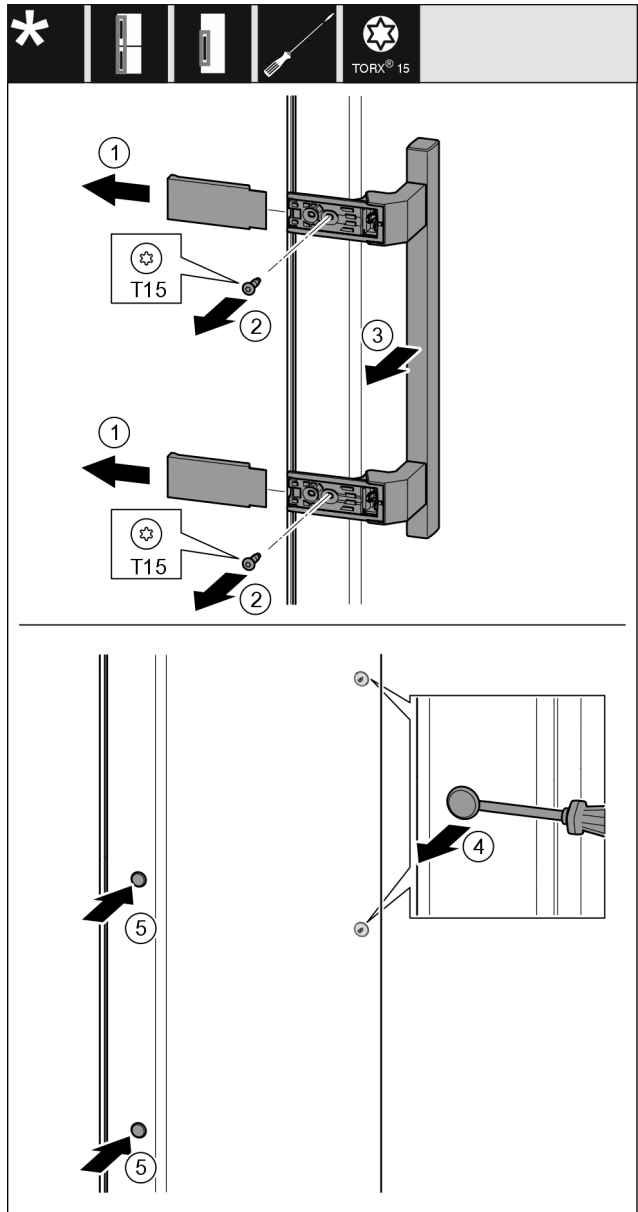

Fig. 10
- Abdeckung abziehen. Fig. 10 (1)
- Schrauben mit Schraubendreher Torx 15 herausdrehen. Fig. 10 (2)
- Griff abnehmen. Fig. 10 (3)
- Seitlichen Stopfen vorsichtig mit einem Schlitzschraubendreher anheben und herausziehen. Fig. 10 (4)
- Stopfen auf der anderen Seite wieder einsetzen. Fig. 10 (5)